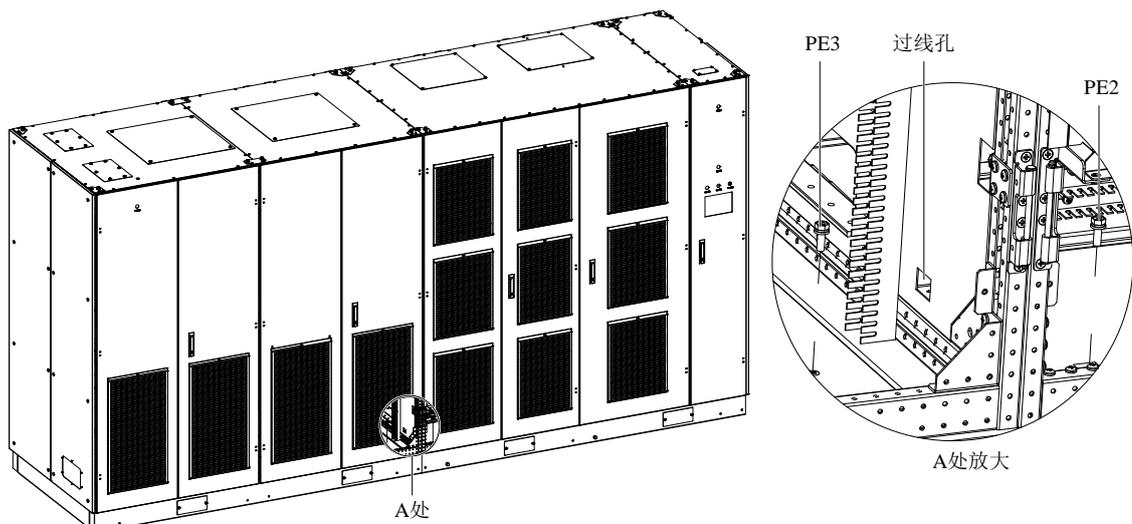

图2-23 连接保护地线
- 2) 将该编织铜线穿过后线孔，将其另一头接在 PE3 上，见图 2-23。